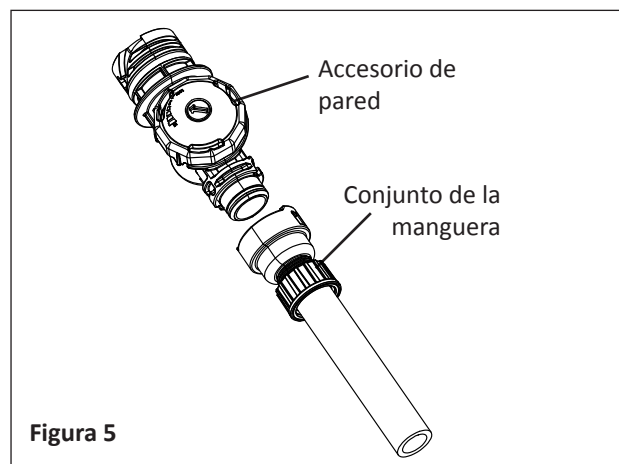

Figura 5
4. Fije el conjunto de la manguera al accesorio de pared. Véase Figura 5. Luego fije el accesorio de pared (con la manguera) al adaptador de pared. Véase Figura 5. Tome el extremo opuesta del conjunto de la manguera y camine hasta el punto más lejano de la piscina desde el adaptador de pared. Para evitar el exceso de estiramiento de la manguera, la manguera descansar en la parte superior del agua de la piscina. Mida la longitud de la manguera que sobra (manguera que se extiende más allá del borde de la piscina). Esto determina cuánto habrá que cortar de secciones dos y tres.